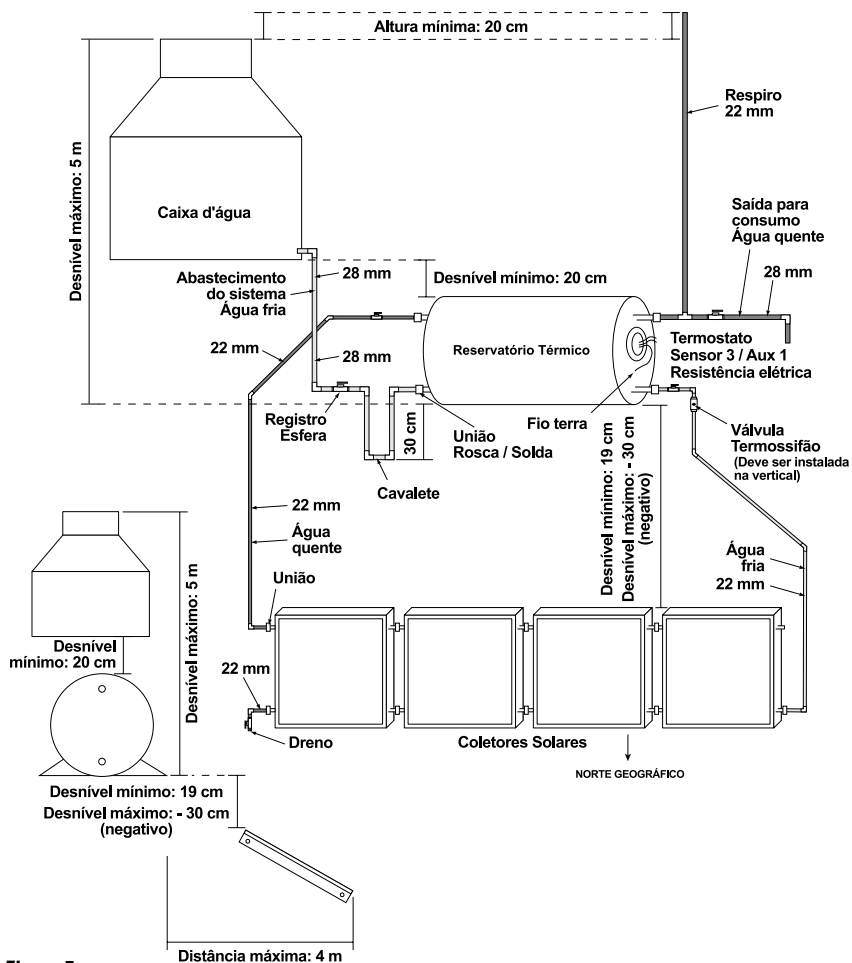

Figura 7
- A base do Reservatório Térmico deve estar, no mínimo, 20 cm acima do topo dos Coletores Solares. Caso o desnível seja inferior a 20 cm, deve-se utilizar a Válvula Termossifão (fig. 7). Essa válvula deve, obrigatoriamente, ser instalada na posição vertical e com sua seta apontando para baixo, observando o sentido em que a água fluirá (fluxo) do Reservatório Térmico até os Coletores Solares, conforme indicado na Figura 7.